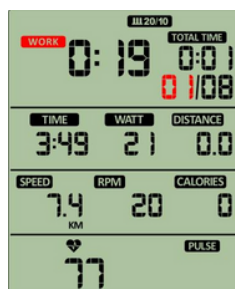

Figura 30
- Se muestra el ÍCONO READY y comienza una cuenta regresiva de 3 segundos (3-2-1); el buzador emite un pitido corto simultáneamente. La ventana muestra "01/XX" (la parte "01" debe parpadear), el ÍCONO WORK parpadea una vez por segundo (encendido durante 0,75 segundos / apagado durante 0,25 segundos), el buzador suena al mismo tiempo, el TIEMPO comienza a contar regresivamente desde 20 segundos, y DISTANCIA, CALORÍAS, WATTS, VELOCIDAD y RPM comienzan a contar en función de los valores calculados (Figura 30).